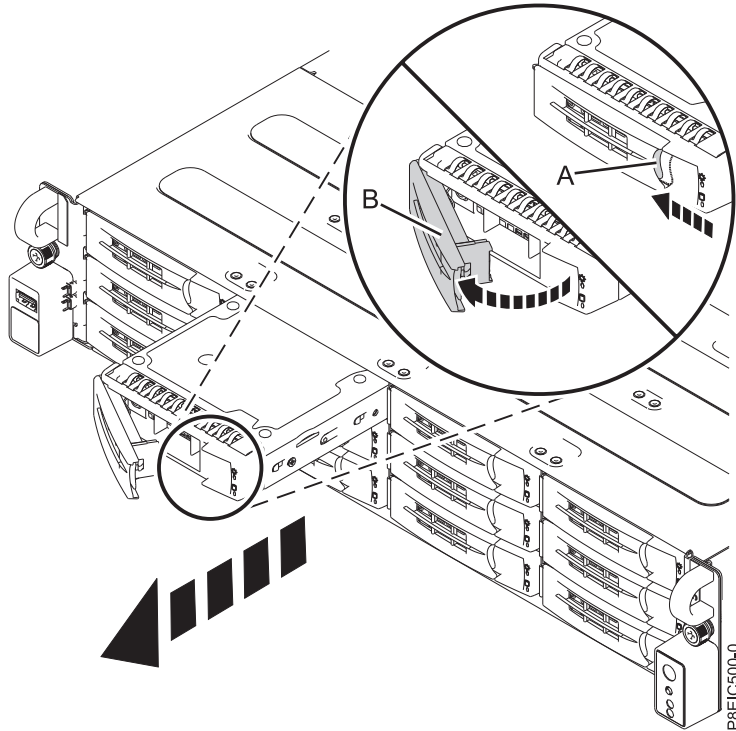

Figure 56. Retrait d'un tiroir d'unité avant
4. Déverrouillez la poignée du tiroir d'unité en appuyant sur le loquet de la poignée (**A**) dans la direction indiquée. La poignée (**B**) sort d'un coup sec. Si la poignée n'est pas complètement sortie, le tiroir d'unité ne peut pas être retiré du système, comme illustré dans la figure 56, à la page 89.